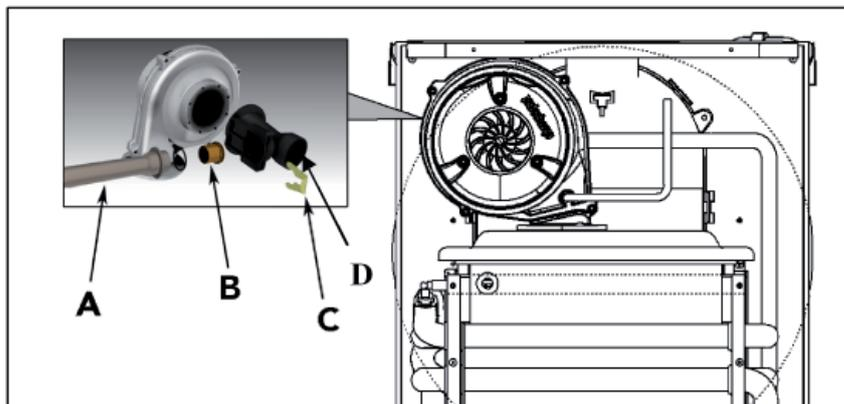

Abb. 49
- Entfernen Sie die Sicherungsfeder "C" vom Gasrohr "A" und ziehen Sie das Gasrohr aus der Führung (Detail Abb. 49, 50 + 51)